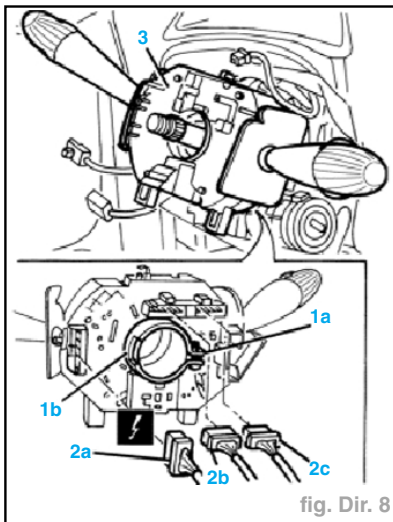

fig. Dir. 8
- Desserrer la vis (1a) et retirer le collier de fixation (1b) du commodo, déplacer vers l'avant l'ensemble du commodo (fig. Dir. 8).